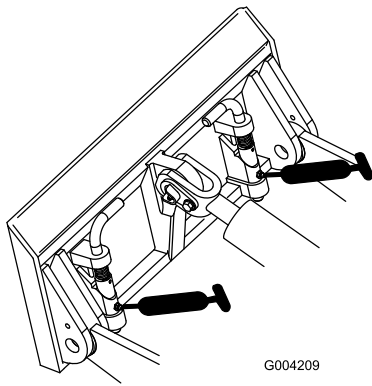

Bild 20
4. Setzen Sie die Fettpresse nacheinander an allen Nippeln an (Bild 19 und Bild 20).